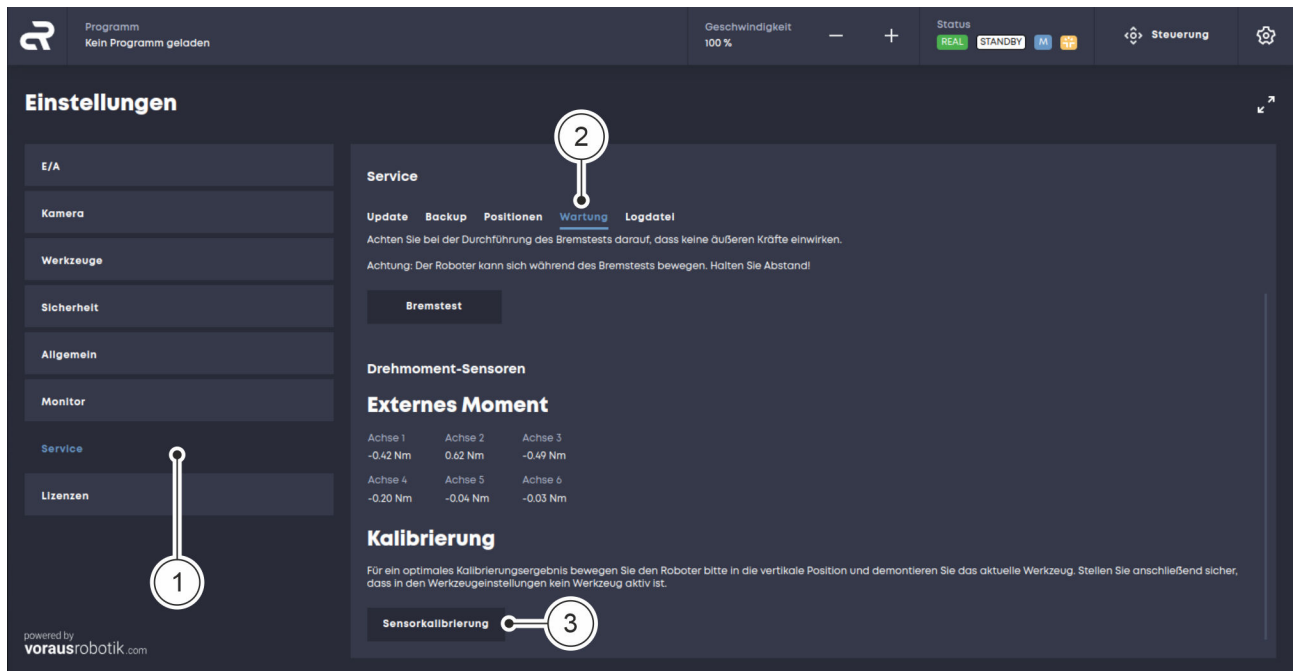

Abb. 54 Drehmomentsensoren kalibrieren
02. Im Menü „Einstellungen“ auf die Schaltfläche „Service“ in der linken Registerkarte klicken, um das Fenster mit den Serviceeinstellungen zu öffnen Abb. 54 / ①.
03. Im Menü „Service“ auf den Reiter „Wartung“ klicken Abb. 54 / ②.
04. So weit herunterscrollen, bis das Fenster für die Kalibrierung der Drehmomentsensoren erscheint Abb. 54.
05. Auf die Schaltfläche „Sensorkalibrierung“ klicken Abb. 54 / ③.